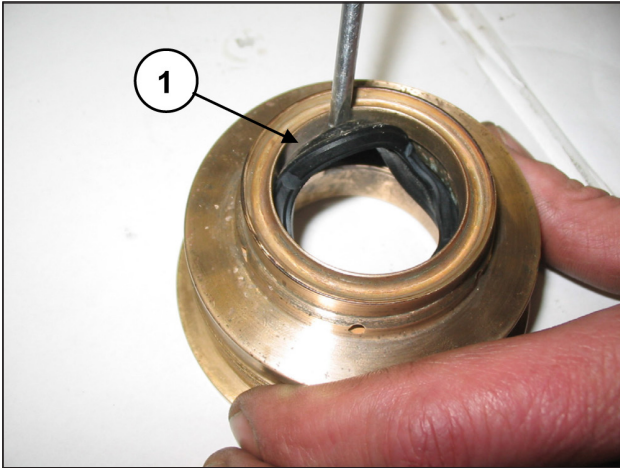

Abb. 173
Zur Abnahme der ND-Dichtung müssen Sie eine Fühlerlehre oder ein ähnliches Werkzeug verwenden, das den Sitz des Dichtungshalters nicht beschädigt (Pos. ①, Abb. 173).